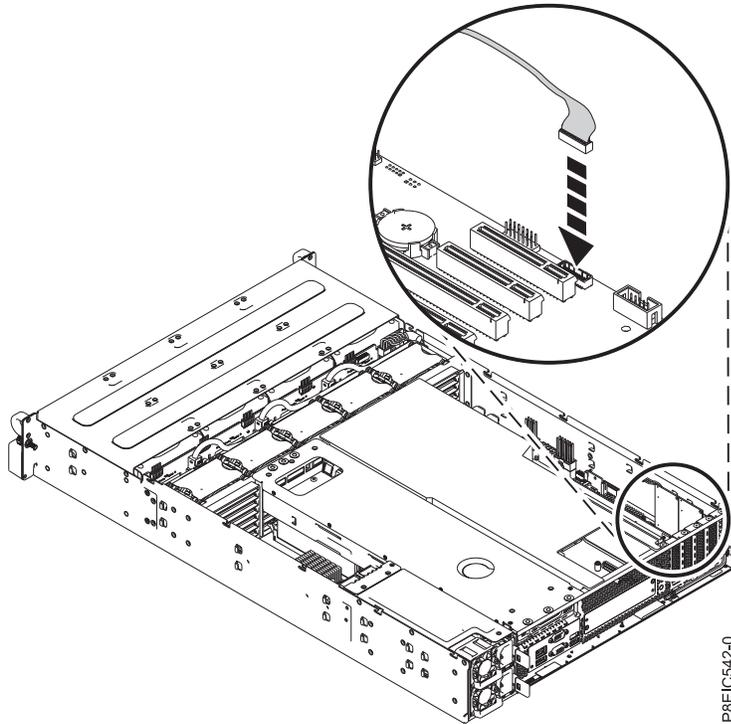

Figura 112. Conectando o cabo USB frontal
8. Substitua o cabo de sinal USB frontal no painel traseiro do sistema, conforme mostrado na Figura 112 na página 101.